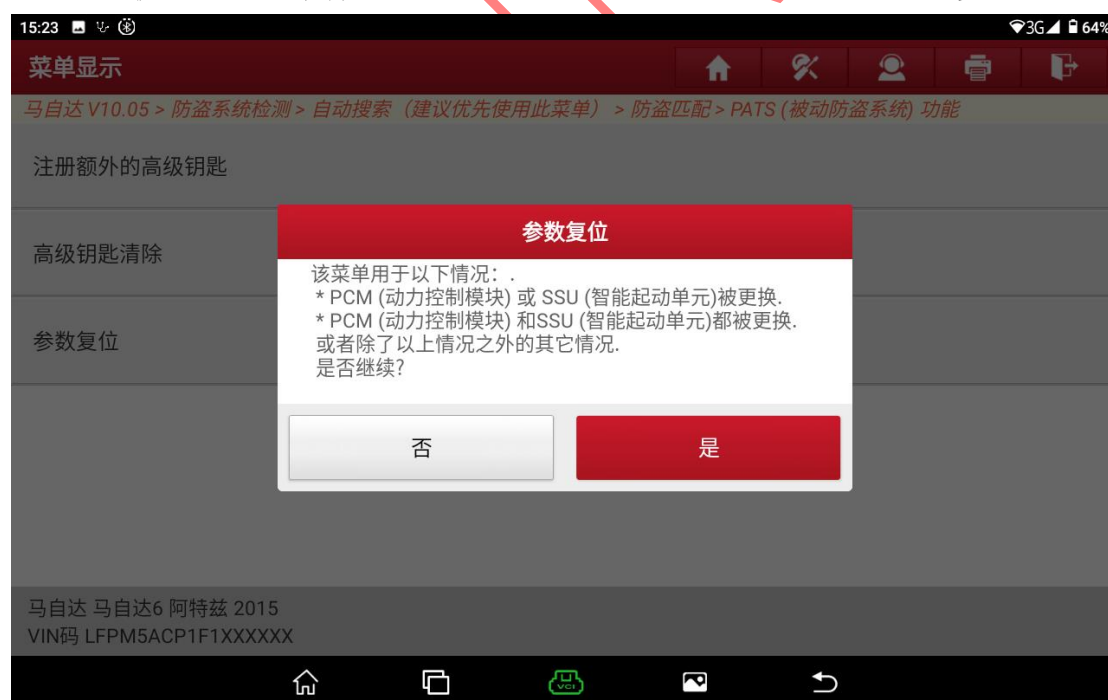

图 10
8. 提示执行该功能条件, 选择【否】退出功能, 选择【是】进入下一步(图 10)